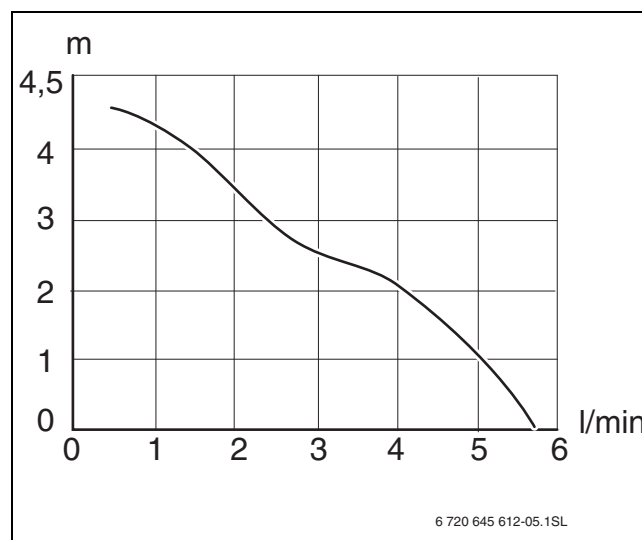
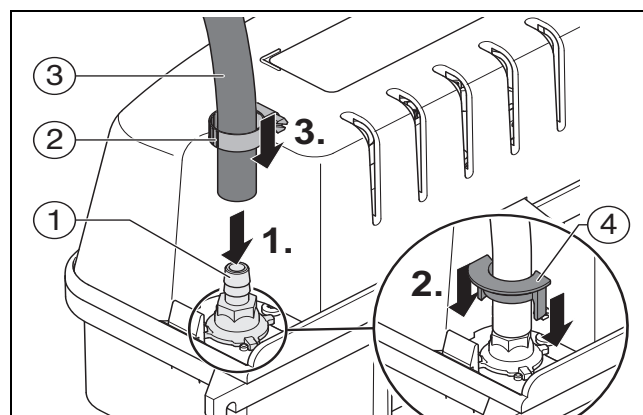
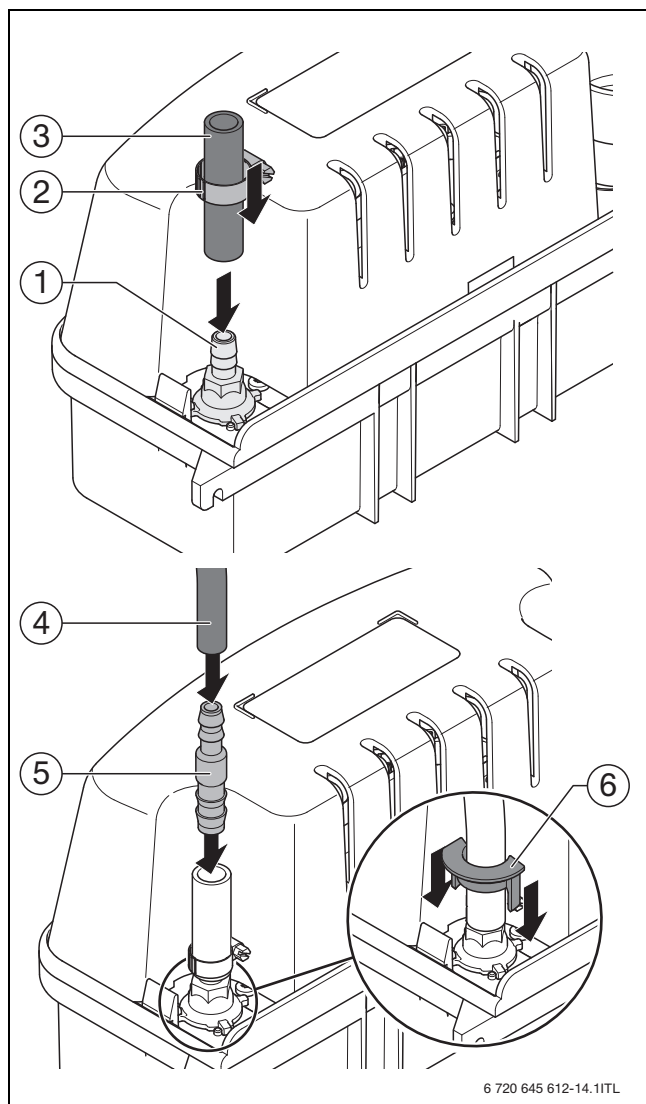
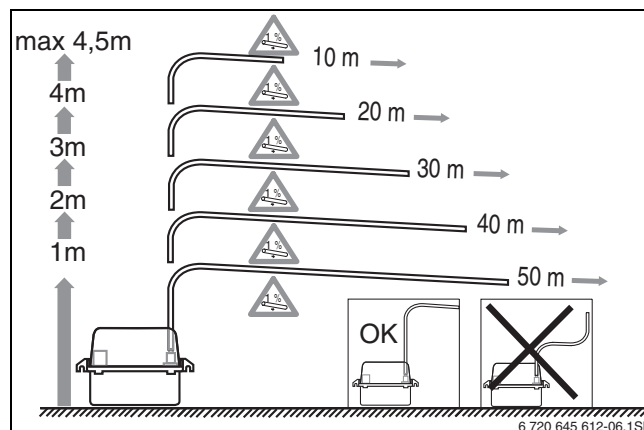

Fig. 3 Débito (l/min) em função da altura manométrica (m)
Fig. 8 Montar a mangueira de descarga
Fig. 9 Montar mangueira de descarga com adaptador
Fig. 10 Montagem da mangueira de descarga
- ▶ Tenha em atenção a altura manométrica máxima de 4,5 m (→ fig. 3 e fig. 10).
- ▶ Tenha em atenção a colocação correcta da mangueira com 1 % de inclinação (→ fig. 10).
- ▶ Em caso de diferentes diâmetros de mangueira utilizar um adaptador (→ fig. 9).
- Ter em atenção as fig. 3, fig. 8, fig. 9 e fig. 10.